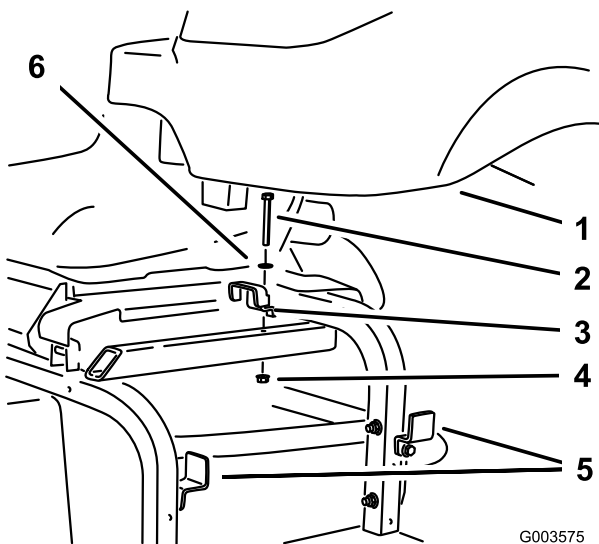

Figure 7
9. Enlevez le support supérieur du réservoir hydraulique du châssis de la machine et desserrez les deux supports sur le côté du châssis (Figure 7). Enlevez le réservoir et mettez les fixations de côté.